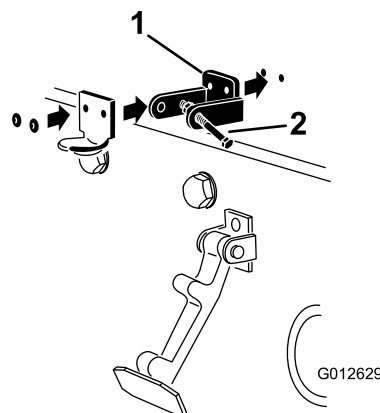

Figure 4
**Remarque:** Le support de loquet doit être appuyé contre le capot (Figure 4). Ne retirez pas le boulon et l'écrou du bras du support de loquet.
6. Rivez les supports et les rondelles sur le capot (Figure 4).